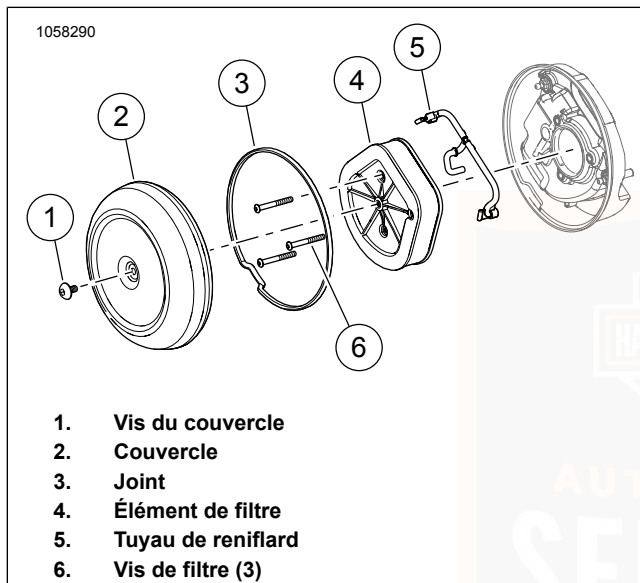
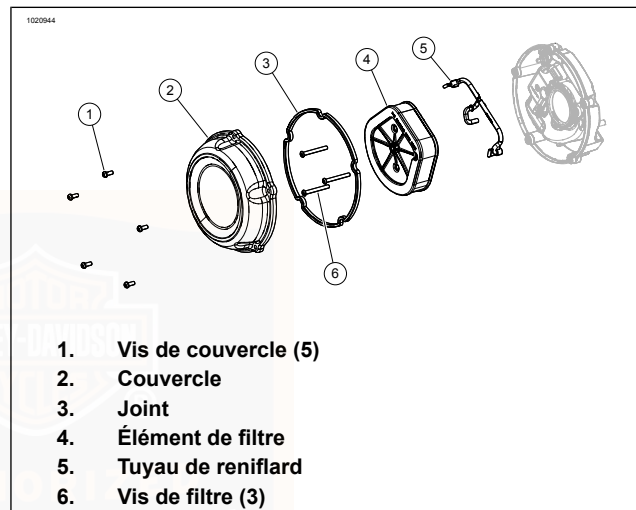

Figure 66. Filtre à air : Une vis
Figure 67. Filtre à air : Cinq vis
1. Voir Figure 66 ou Figure 67. Retirer le couvercle de filtre à air.
- a. Déposer les vis (1).
- b. Déposer le couvercle (2).
- a. Déposer les vis (6).
- b. Déposer l'élément de filtre (4) tout en tirant le tuyau de reniflard (5) de l'élément.
3. Dégager le tuyau de reniflard (5) des boulons de reniflard.
1. Voir Figure 66 ou Figure 67. Poser l'élément de filtre.
- a. Installer le tuyau de reniflard (5) sur les boulons de reniflard.
- b. Poser l'élément de filtre (4) tout en poussant le tuyau de reniflard dans l'élément.
- c. Poser les vis (6). Serrer. 5,4–8,1 N·m (48–72 in-lbs)
2. Vérifier que le joint en caoutchouc (3) est bien en place et qu'il n'est pas endommagé. Remplacer si nécessaire.
- a. Appliquer LOCTITE 243 MEDIUM STRENGTH THREADLOCKER AND SEALANT (FREIN FILET ET PRODUIT D'ÉTANCHÉITÉ D'INTENSITÉ MOYENNE LOCTITE 243) (BLEU) (99642-97) sur les filets de vis (1).
- b. Poser le couvercle (2).
4. Poser la vis (1).
- b. **Couvercle à cinq vis** : Poser les vis (1). Serrer selon une séquence de serrage en étoile. 5,4–8,1 N·m (48–72 in-lbs)